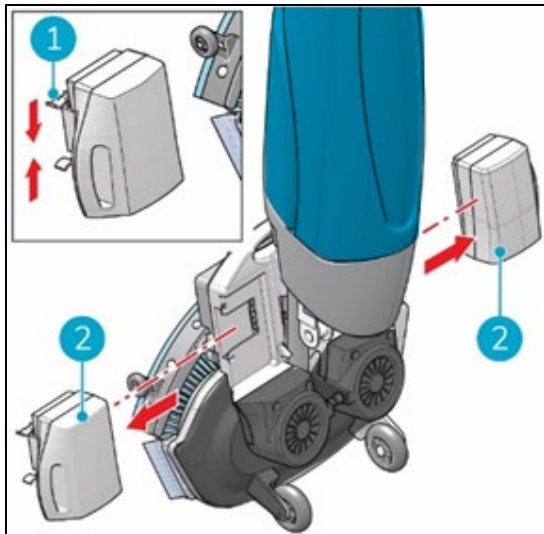

Figure 32
3. Poussez l'agrafe de retenue vers l'intérieur (Figure 32, pos. 1). La batterie se soulève de son ancrage. Retirez la batterie (Figure 32, pos. 2).